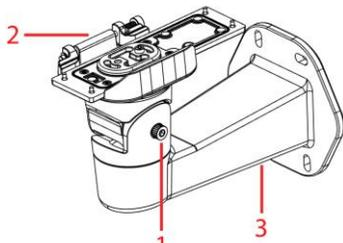

Figura 8
- B. Desaperte o parafuso sextavado interno M5 (1) (figura 8) para remover a placa do braço de montagem (2) (figura 8) do braço de montagem (3) (figura 8).